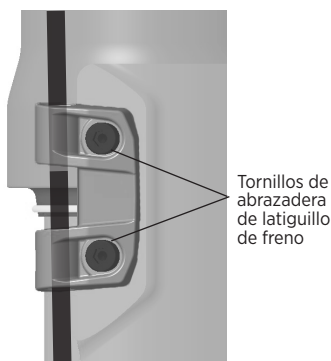

Figura 5: instalación de los tornillos de la abrazadera del latiguillo de freno
2. Pase el latiguillo del freno de disco delantero o la funda del cable por el interior del tubo inferior izquierdo. A continuación, instale el latiguillo de freno en la abertura de la abrazadera del latiguillo de freno. Compruebe que el latiguillo de freno tiene suficiente longitud en el guiado interior para que el tubo superior no entre en contacto con el latiguillo de freno durante la compresión de la horquilla. Utilice una llave hexagonal de 2,5 mm para instalar sin apretar los dos tornillos de la abrazadera del latiguillo de freno (Figura 5), ya que será necesario realizar más ajustes en un paso posterior.